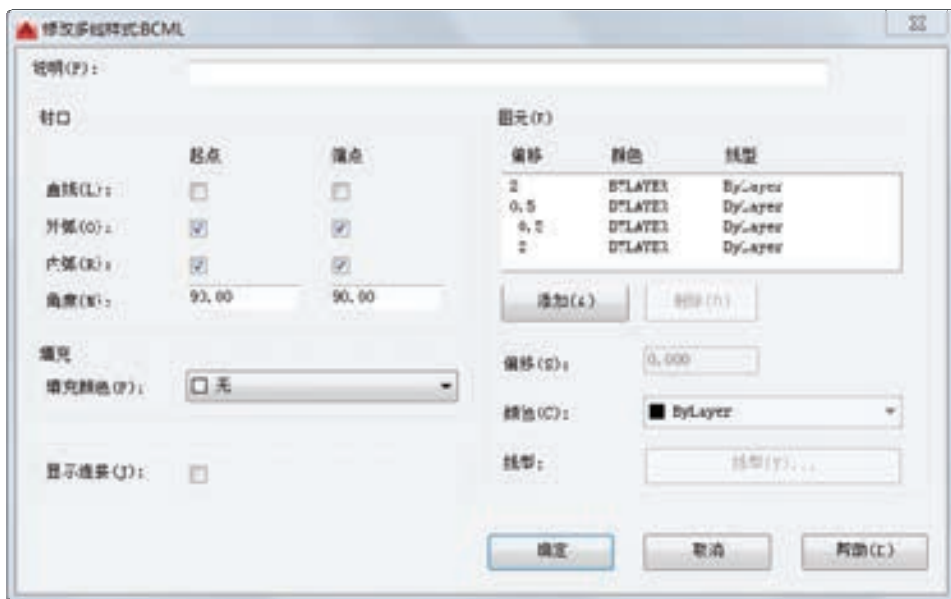

图 3-61 “修改多线样式”对话框
3) 系统弹出图 3-61 所示的“修改多线样式: BCML”对话框, 根据需要修改相关设置。修改好相关设置后, 单击该对话框的“确定”按钮。